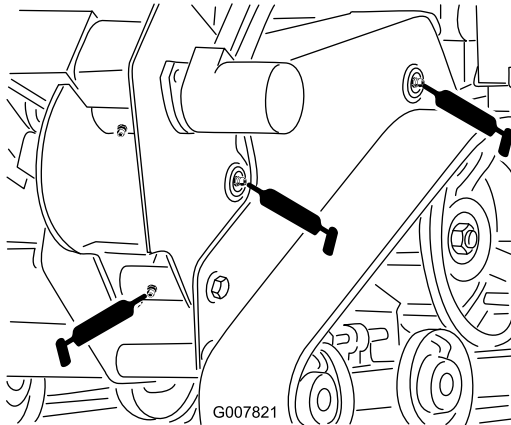
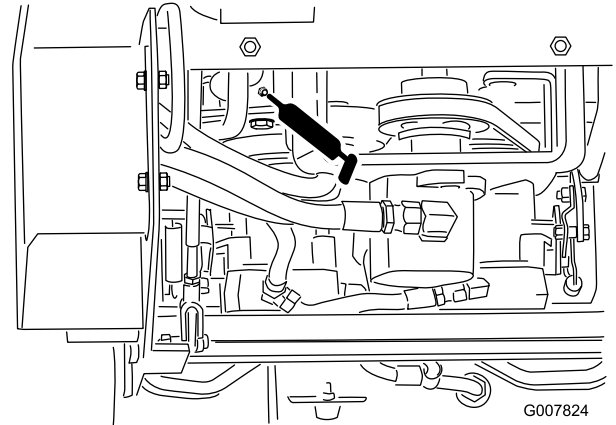

Figure 26
Figure 29
4. Raccordez une pompe à graisse à chaque graisseur (Figure 26 à Figure 29).